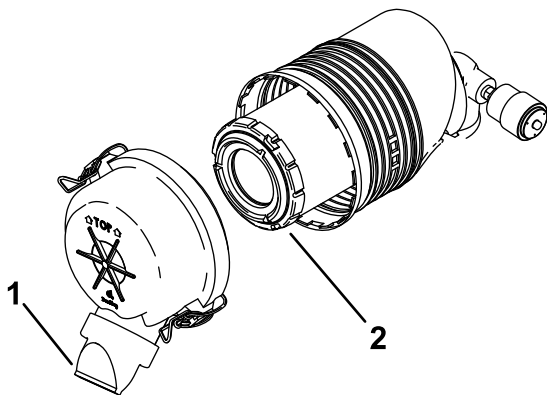

Figura 41
- D. Montate il coperchio del filtro dell'aria con il coperchietto antipolvere orientato verso il basso come illustrato nella Figura 41 e fissate i fermi.